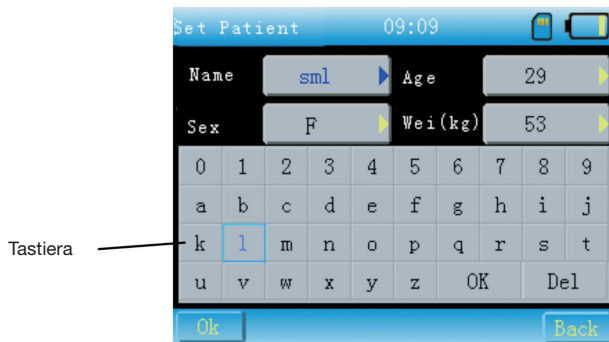

Fig. 13-3-4
- 7 Immissione informazioni: Quando tale funzione è attivata, prima di salvare o stampare si deve entrare nell’interfaccia “Set Patient” come indicato in Fig.13-3-4.